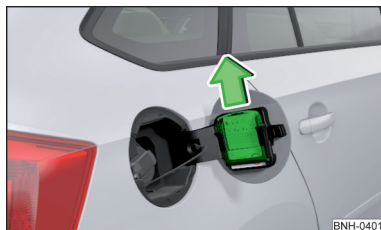

Fig. 141
- Extraer la rasqueta de hielo en el sentido de la flecha » fig. 141.